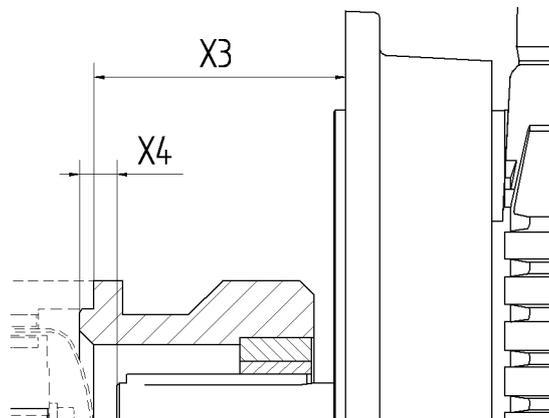

Abbildung 7: Einstellungen für X3 oder X4
- 6 Rotorkupplung gemäß Wert X3 oder X4 anpassen; siehe Abbildung 7 und folgende Tabelle.